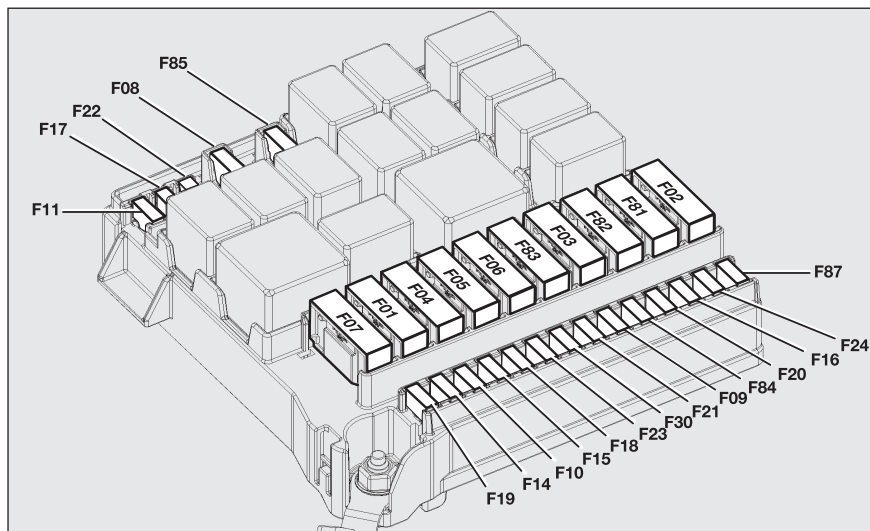

fig. 50
- de cette manière, le boîtier des fusibles **fig. 50** devient accessible.